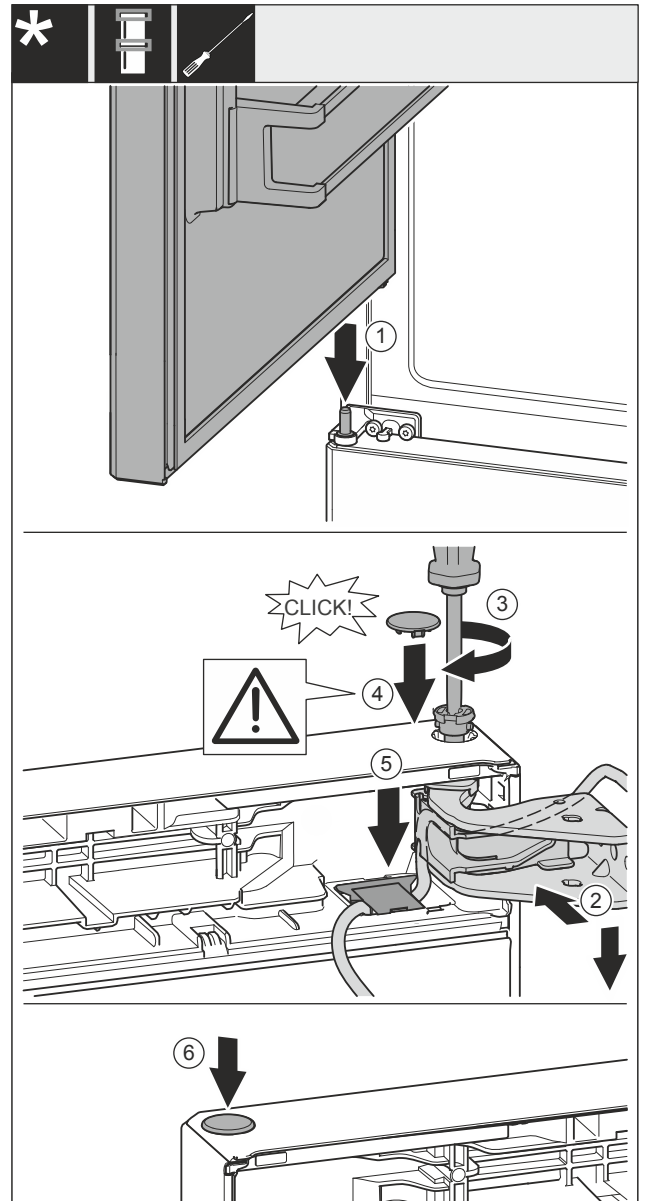

Fig. 36
- ▶ 冰箱上方门放置在中间轴承螺栓 Fig. 36 (1)上。
- ▶ 将冰箱门的上方对准托架 Fig. 36 (2)中的开口。
- ▶ 放入螺栓 Fig. 36 (3)并用螺丝刀拧紧。
- ▶ 装入盖板 Fig. 36 (4)。
- ▶ 检查盖板 Fig. 36 (4)是否紧贴在冰箱门上。
- ▶ 将盖板 Fig. 36 (5)安装并朝下按压，直到其卡入到位。
- ▶ 装入盖板 Fig. 36 (6)。